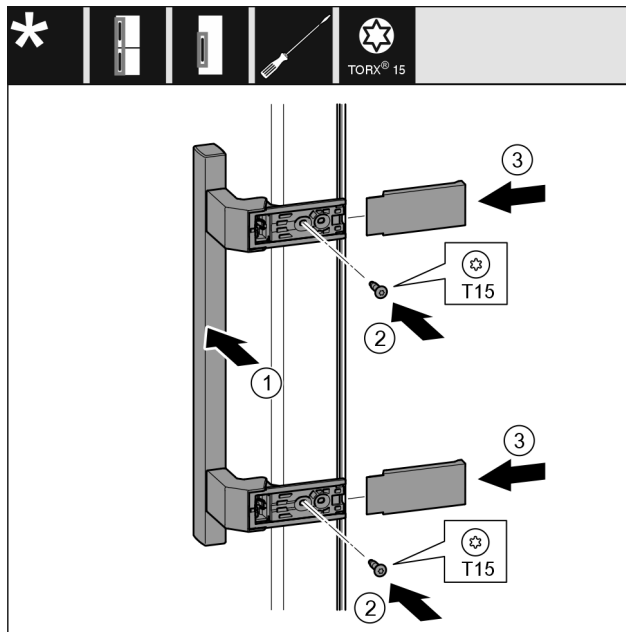

Fig. 20
- ▶ Nasadte madlo Fig. 20 (1) na protilehlé straně.
- ▶ Šroubovákem šrouby Fig. 20 (2) pevně utáhněte.
- ▶ Kryty Fig. 20 (3) bočně nasadte a nasuňte.